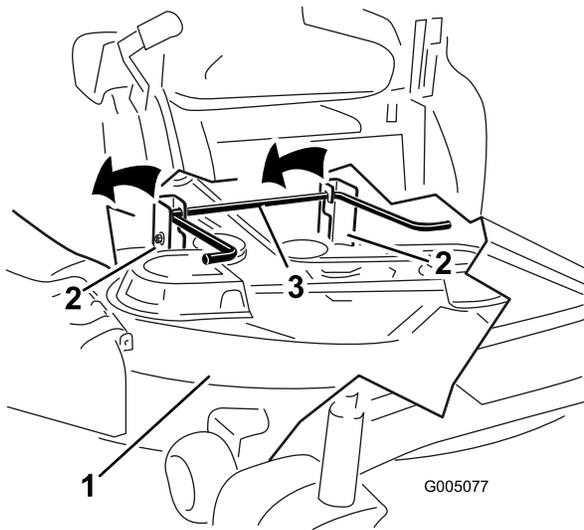

Figure 60
5. En vous aidant des poignées, soulevez le tablier de coupe et les supports pour les dégager de la tige de levage arrière et abaissez le tablier au sol avec précaution (Figure 60 et Figure 61).
5. Soulevez l'arrière du tablier de coupe et guidez les supports sur la tige de levage arrière (Figure 60).